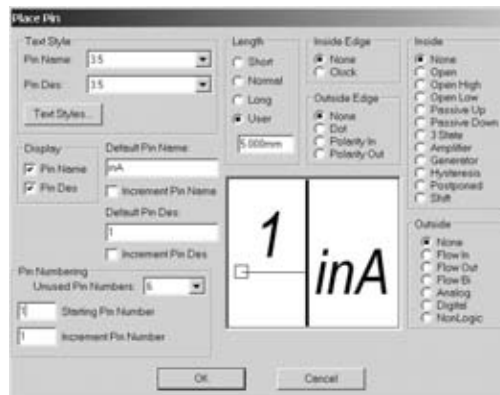

Рис.2.3.5
- Проставить выводы логического элемента. Входные выводы установить слева, выходные – справа. Для этого выполнить команду **Place Pin**. Откроется диалоговое окно Place Pin. В нем в поле Length установить флажок в окне User и задать длину вывода 5мм. В областях Inside Edge, Outside Edge, Inside, Outside установить значение None. В поле Default Pin Name ввести название вывода – InA. В поле Default Pin Des ввести номер вывода - 1. Шрифт выбрать 2.5. Нажать на кнопку ОК (рис.2.3.5).